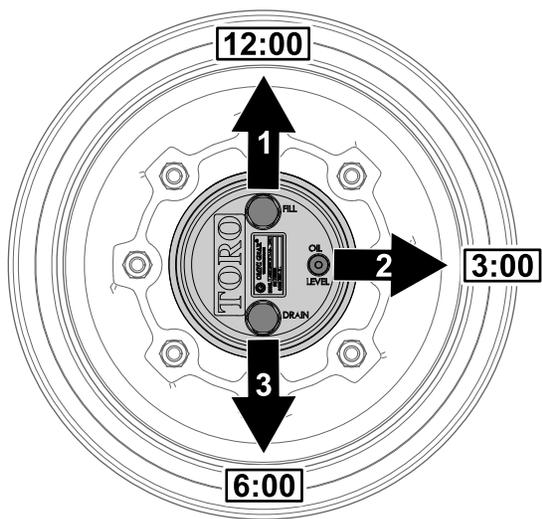

Рисунок 99
и извлеките ключ., расположите колесо так, чтобы пробка заливного отверстия находилась в положении «12 часов», пробка контрольного отверстия – в положении «3 часа», а пробка сливного отверстия – в положении «6 часов» (Рисунок 99).
2. Уровень масла должен доходить до низа отверстия контрольной пробки. (Рисунок 99).
1. Припаркуйте машину на ровной поверхности, расположите колесо так, чтобы пробка заливного отверстия находилась в положении «12 часов», пробка контрольного отверстия – в положении «3 часа», а пробка сливного отверстия – в положении «6 часов»; см. Рисунок 99 в разделе Проверка масла в планетарном редукторе (страница 80).